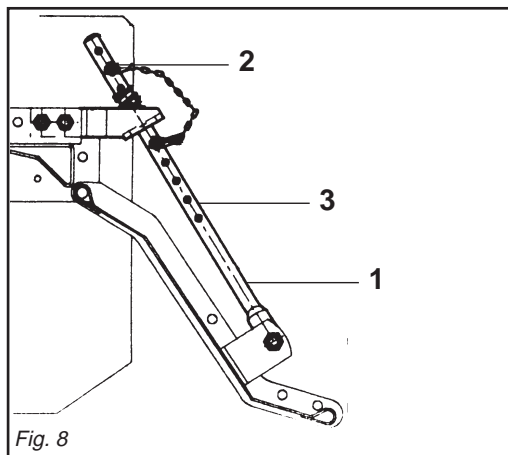

Fig. 8
- 6 - Il martinetto a molla (1 Fig. 8) oltre a sostenere la lamiera livellatrice ed ammortizzarla nel trasporto su strada, serve a evitare il ribaltamento della zappatrice durante il parcheggio.
- 6 - *Besides supporting the levelling plate and acting as a shock absorber for it during road transport, the spring ram (1 Fig. 8) prevents the steering hoe*
- 6- Die Federwinde (1 Abb. 8) trägt nicht nur das Planierschild und dient beim Straßen-transport zur Dämpfung von Stößen, sondern sie soll auch verhindern, daß die
- 6 - *Le vérin à ressort (1 Fig. 8) sert de soutien à la tôle de nivellement et de suspension pendant le transport sur route, pour éviter le basculement du cultivateur lors du stationnement. L'effet de la tôle de nivellement sur le terrain peut être augmenté ou diminué*
- 6 - El gato de resorte (1 Fig. 8), además de sostener la chapa de nivelación y protegerla durante el transporte en carretera, sirve para evitar el vuelco
A seconda della posizione, determinata dalla copiglia (2 Fig. 8) sui vari fori posti nel tubo del martinetto (3 Fig. 8) si riesce ad aumentare o diminuire l'effetto della lamiera livellante sul terreno.
from overturning when parking. The effect of the levelling plate on the soil can be increased or decreased depending on the position, established by the split pin (2 Fig. 8) in the various holes in the ram tube (3 Fig. 8).
Hackfräse während des Parkens umkippt. Je nach der Position, die durch den Splint (2 Abb. 8) in den verschiedenen Löchern des Windenrohres (3 Abb. 8) festgelegt wird, kann die Wirkung des Planierschildes auf den Boden erhöht oder verringert werden.
en changeant la position de la goupille (2 Fig. 8) dans les différents trous du tube du vérin (3 Fig. 8).
de la binadora durante el estacionamiento. De acuerdo a la posición, determinada por el pasador (2 Fig. 8) en los diversos orificios del tubo del gato (3 Fig. 8) se logra aumentar o disminuir el efecto de la chapa de nivelación sobre el terreno.